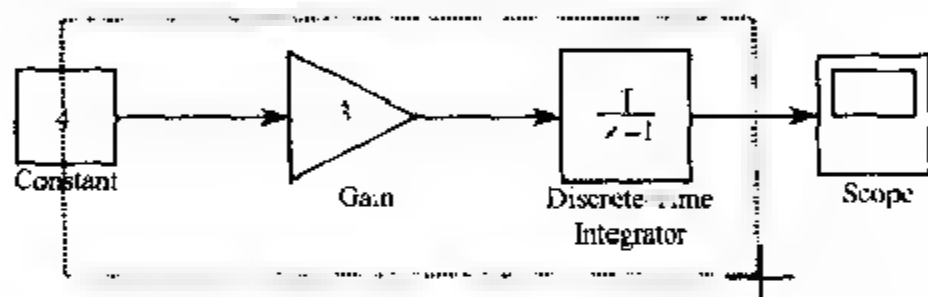
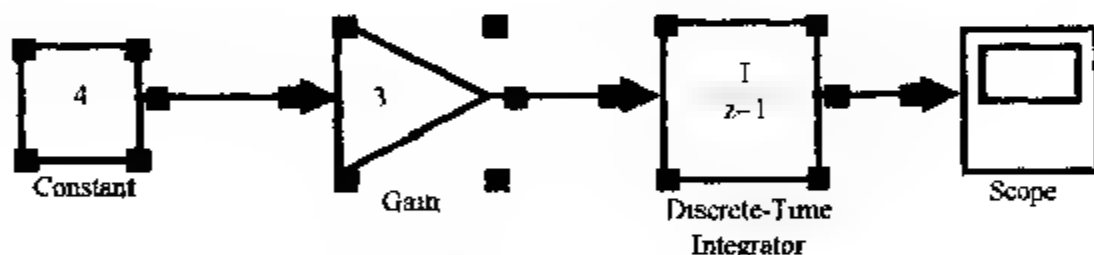

图 2.4 用范围框选择对象
图 2.5 图 2.4 用范围框选择对象后的结果
2) 使用范围框选择多个对象。在窗口的同一区域选择多个对象的一个简单方法则是在对象的周围画一个范围框。图 2.4 示出用范围框选择对象,其结果如图 2.5 所示。
① 通过定位鼠标指针在一合适的位置来定义范围框的起始角,然后按下鼠标左键并保持住,注意这时的鼠标指针变成十字形状。
② 拖动指针到范围框的对角位置,一个点线框将包含被选择的模块和连线。